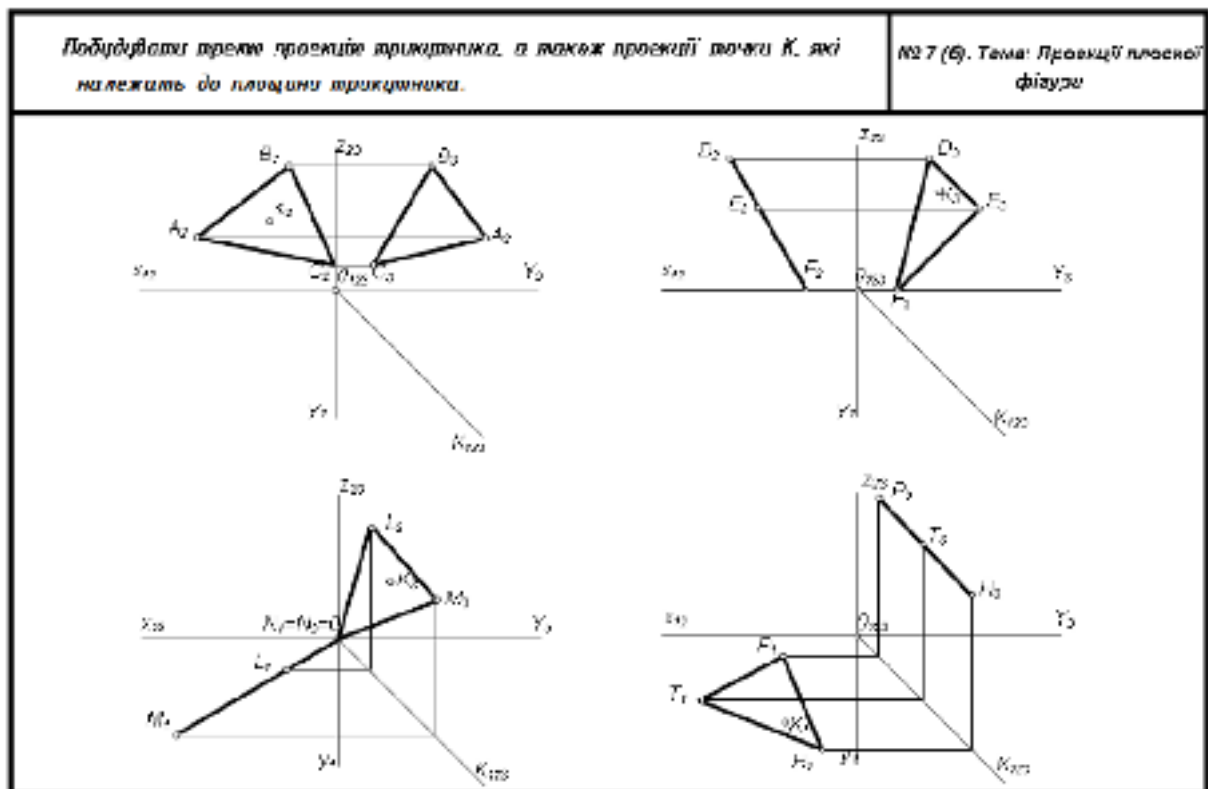

Рис. 7 – завдання № 3а.
1. Добудуємо відсутню проєкцію площини, як розповідалося у попередньому практичному занятті, враховуючи проєкційний зв'язок між проєкціями площин та визначимо їх розташування у просторі.(рис. 7).
3. Для того щоб добудувати відсутні проєкції точки K , які належать заданій площині, через задану її проєкцію проводимо пряму лінію, яка лежить в цій площині (див. рис. 7, пряма **1, 2**).